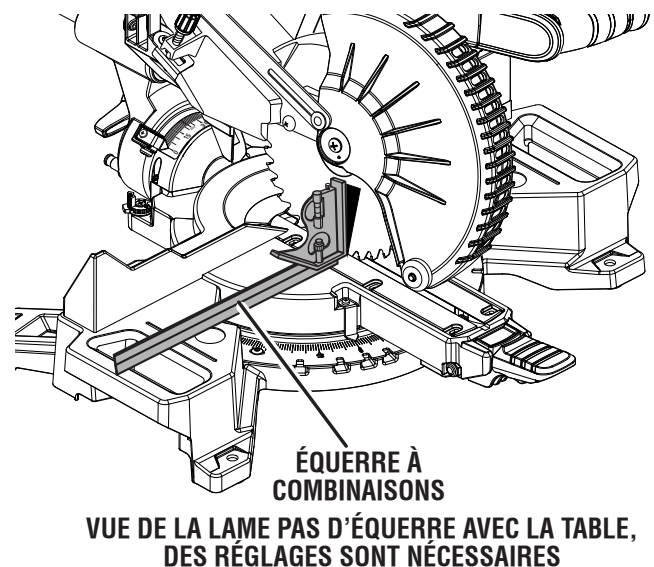

Fig. 21
- Si le haut ou le bas de la lame s'écarte de l'équerre, des réglages, figures 21 and 22, sont nécessaires.